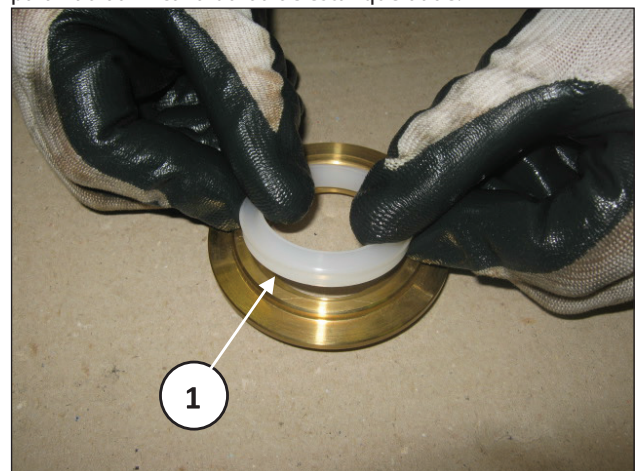

Fig. 125
Monte o raspador no respectivo suporte (pos. ①, Fig. 125), se necessário, com a ajuda de uma tampa, prestando atenção para não danificar a borda de estanqueidade.